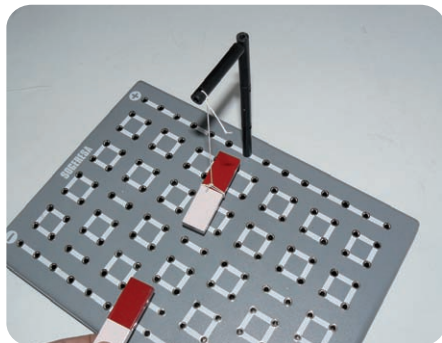

Figura 1
1. Colgar del extremo de aislador, tal como se indica en la figura 1.